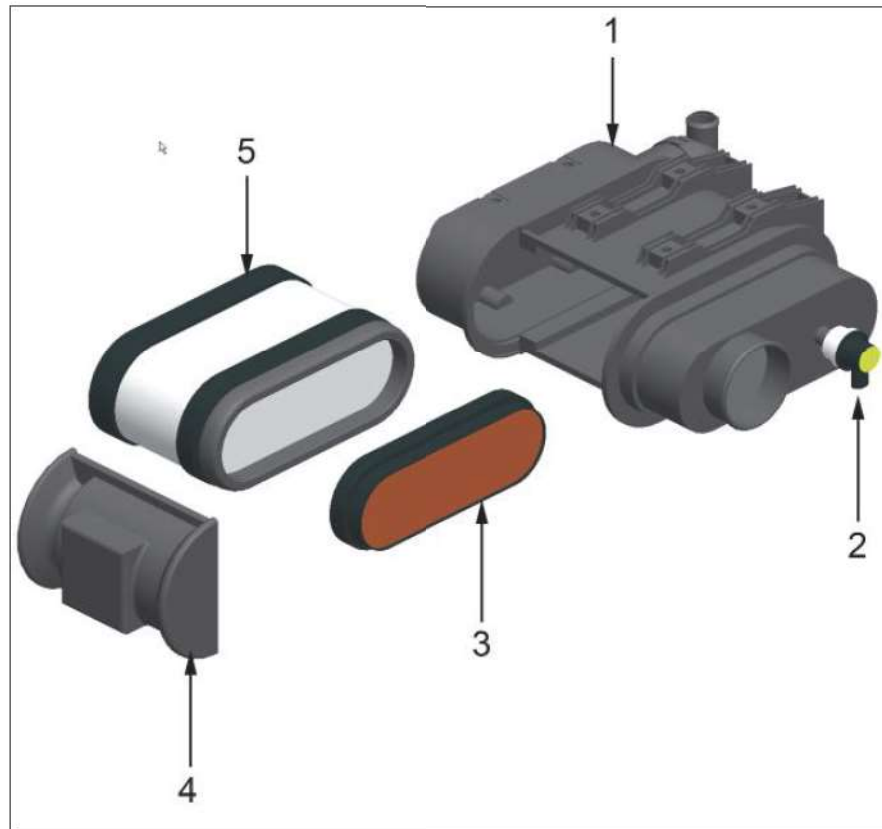

Figure 6.17 - Motorluchtfilter
4. Verwijder het deksel. (Item 4) zie afb. 6.17.
5. Verwijder het buitenste filterelement (item 5) en het binnenfilter (item 3) voorzichtig.
8. Reset de luchtfilterknop (item 2).